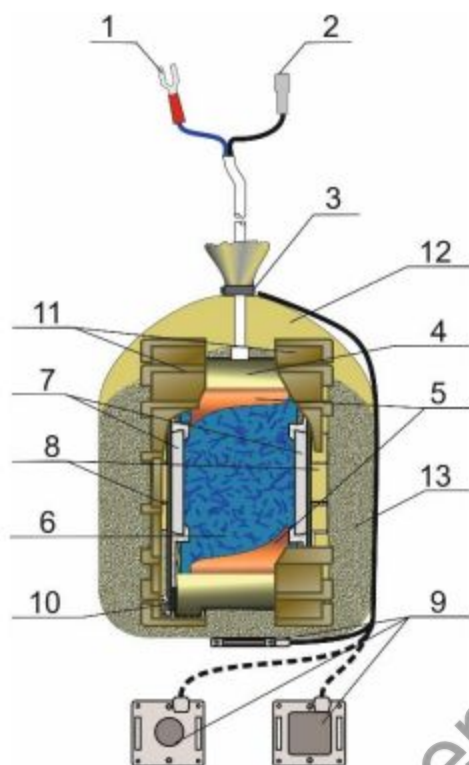

Рис. 1
4.1 Электрод (рис.1) состоит из электролитической камеры (4), заполненной гелевым электролитом (6), пластины из меди (5), соединенной проводником с наконечником (1), вспомогательного электрода (9), расположенного в нижней части матерчатого мешка, соединенного проводником с наконечником (2). Изолированная часть вспомогательного электрода обращена к мешку. В камере установлены две пористые керамические диафрагмы (7) и две защитные шайбы (8). Герметичность между камерой и диафрагмами обеспечивается резиновыми уплотнительными прокладками (10) закрепленными гайками (11).